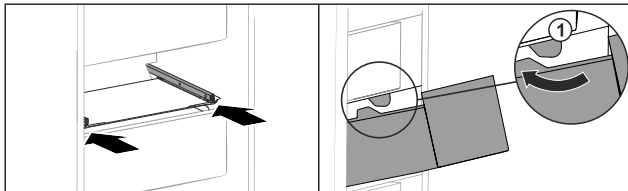

Fig. 146
- ▶ Før skuffen rundt stopperne Fig. 146 (1).